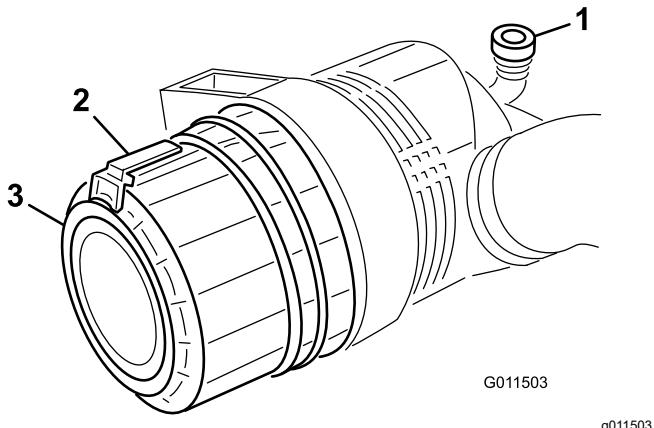

Figura 49
1. Puxe o trinco para fora e rode a cobertura do filtro de ar no sentido contrário ao dos ponteiros do relógio (Figura 49).